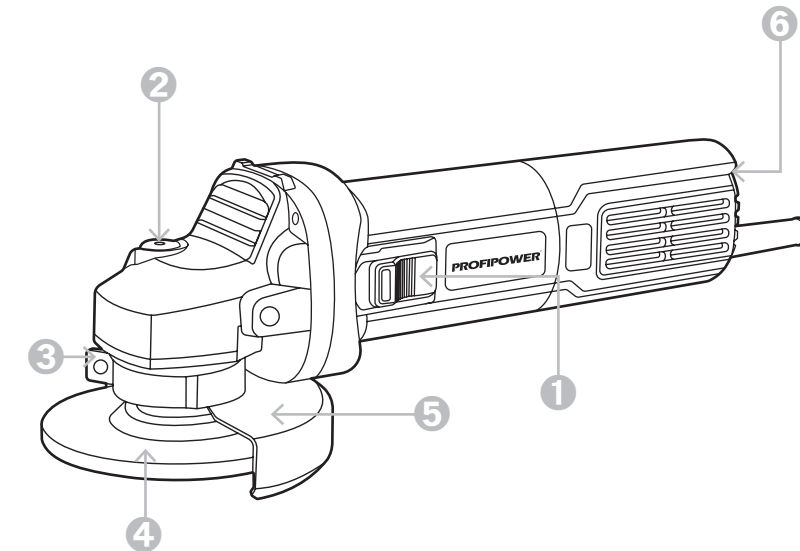
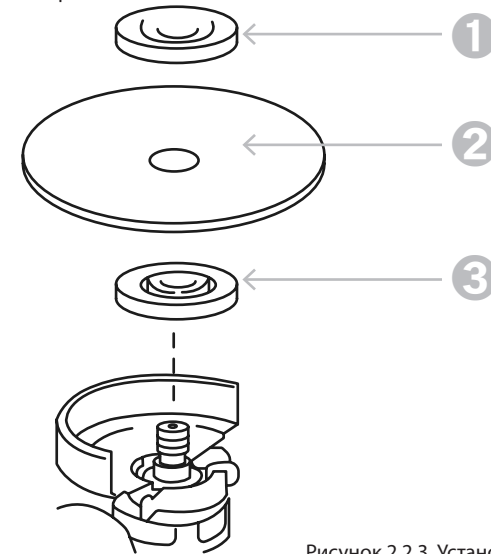

Рисунок 1.1. Устройство инструмента
Рисунок 2.2.3. Установка оснастки
- ❶ Снимите наружный прижимной фланец «3» (рисунок 2.2.3.).
- ❷ Установите на изделие соответствующую оснастку «1», в зависимости от вида работы (шлифование, отрезание), совместив отверстие в оснастке с выступом внутренней шайбы «2» (рисунок 2.2.3.).
❸ **ВНИМАНИЕ!** При установке оснастки следуйте указаниям по направлению её вращения.
❹ Закрутите наружный фланец «3».
❺ Заблокируйте шпиндель, нажав кнопку «2» (рисунок 1.1.), и крепко затяните наружный прижимной фланец ключом.
❻ Для снятия оснастки нажмите кнопку блокировки «2» (рисунок 1.1.) и прилагаемым ключом открутите фланец.
ЗАПРЕЩЕНО! Не включайте блокировку «2» (рисунок 1.1) при вращающемся шпинделе. Это может привести к повреждению инструмента. Нажмите на кнопку блокировки для предотвращения вращения шпинделя при установке или снятии оснастки.